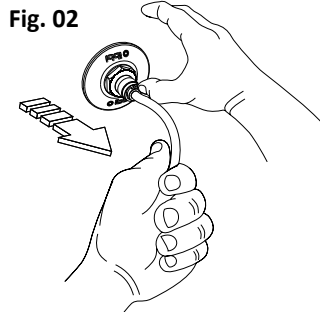

Fig. 02
- Para desencaixar a mangueira da conexão niple, basta pressionar a trava na extremidade do conector e puxar a mangueira. (Fig.02).